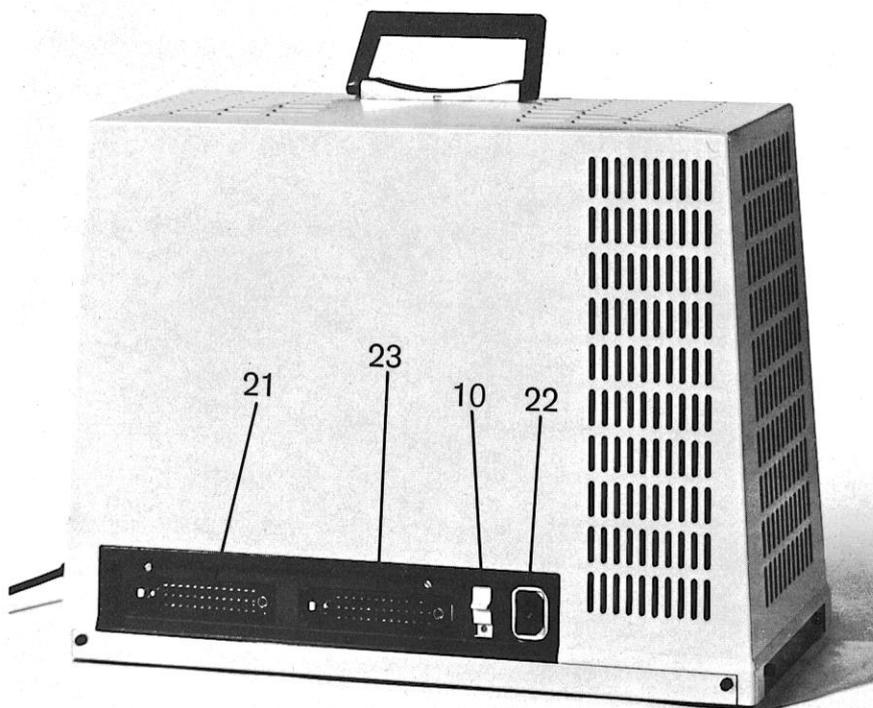

Abb. 6
2.4.1 EIN/AUS-geschaltet werden das Schreibwerk und die Elektronik gemeinsam mit dem an der Elektronik angeordneten **Schiebeschalter (10)** (siehe Abb. 6).
Angeschlossen sind die Einheiten, wenn die Steckverbindungen, wie in Abb. 6 ersichtlich, hergestellt sind und der Netzstecker mit dem Wechselstromnetz verbunden ist.
- **Maschine einschalten**, Schiebeschalter (10) Abb. 6 an der Elektronik betätigen. (Der Einschaltzustand ist am Schiebeschalter durch einen in dieser Schaltstellung sichtbaren roten Markierungspunkt definiert).
Bei irgendwelchen Eingriffen am Schreibwerk, z.B. Farbbandwechsel, Reinigen usw., muß die TA 10/1 mit dem Hauptschalter (10) Abb. 6 ausgeschaltet und außerdem der Netzstecker gezogen werden.